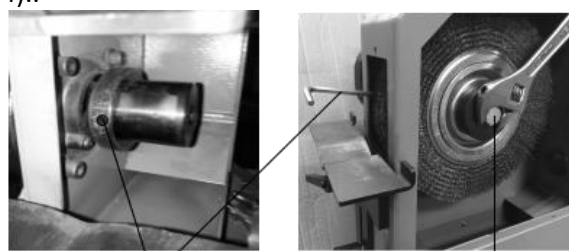

Рис.4
2. Вставьте шестигранный ключ в отверстие (C, Рис. 4), чтобы застопорить вращение шпинделя.
3. С помощью гаечного ключа выкрутите болт (D, Рис. 4)..